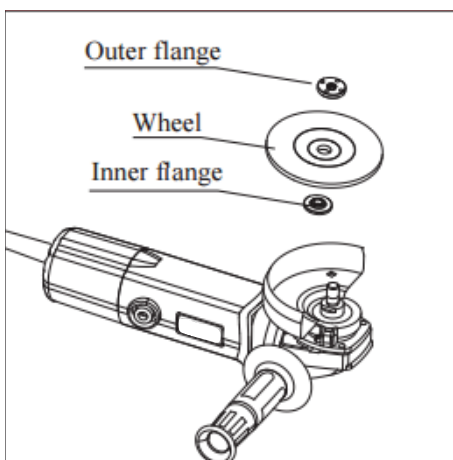

Imagen 4
- \* **Montar y desmontar disco:** Equipar la placa de presión hacia abajo sobre el eje de salida, después equipe el disco de esmeril en la placa de presión, atornillar la placa de presión superior en el eje de salida (Imagen 4).